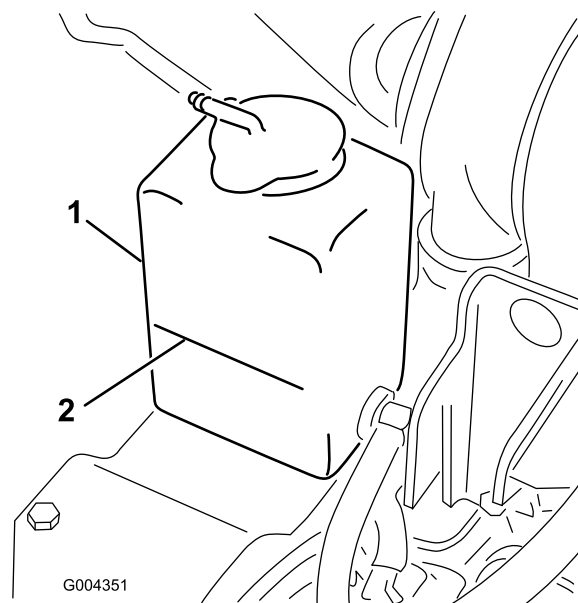

Figura 50
3. Controllate il livello del refrigerante nel serbatoio di espansione (Figura 50).
- I. Aggiungete il refrigerante nel serbatoio di espansione finché non raggiunge il segno di pieno sul lato del serbatoio (Figura 50).